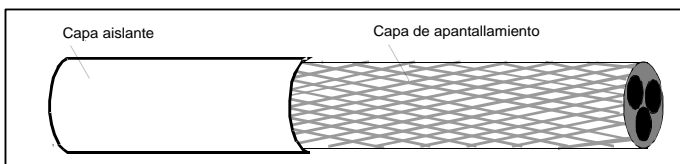

Figura D-1 Sección transversal del cable
Para restringir eficazmente la emisión y conducción de interferencias de radiofrecuencia (RF), la conductividad del cable apantallado debe ser al menos 1/10 de la conductividad del conductor de fase. Este requisito se puede cumplir bien con una capa de blindaje de cobre o aluminio. Figura D-1 muestra el requisito mínimo en los cables del motor de la unidad VFD. El cable debe estar formado por una capa de tiras de cobre en forma de espiral. Cuanto más densa sea la capa de blindaje, más eficazmente se restringirán las interferencias electromagnéticas.